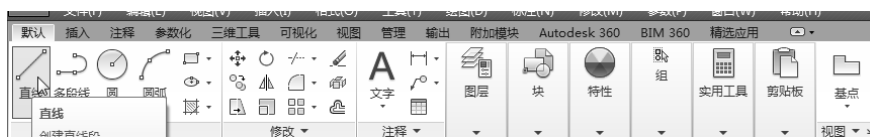

图 2-3 “绘图”面板 1
- ☑ 功能区: 单击“默认”选项卡“绘图”面板中的“直线”按钮 (如图 2-3 所示)。